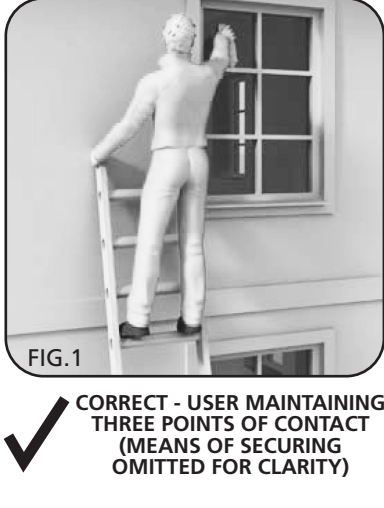

FIG.1
7.4 USING THE LADDER - FIGS. 1 - 2